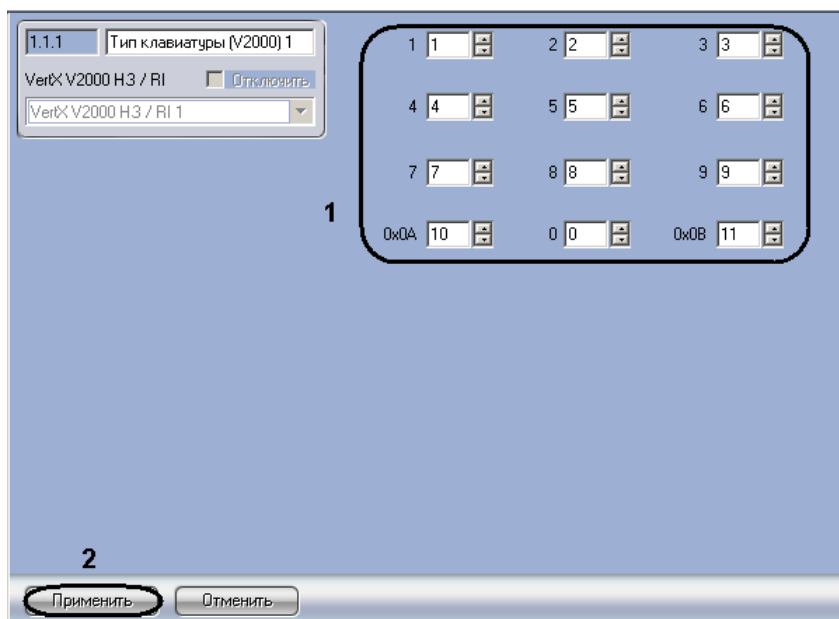

Рис. 3.7—17 Настройка типов клавиатур
2. В полях **0-9** необходимо ввести значение, которое будет получать контроллер, при нажатии на соответствующую цифру на клавиатуре (см. Рис. 3.7—17, **1**).
3. В поле **0x0A** необходимо ввести значение, которое будет получать контроллер, при нажатии на кнопку * на клавиатуре (см. Рис. 3.7—17, **1**).